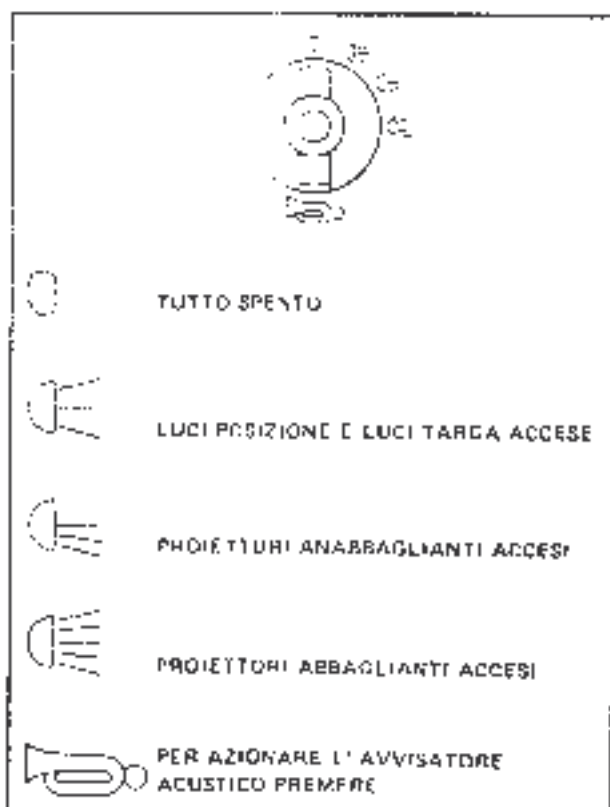

Figura 5. Commutatore luci e avvisatore acustico
16. **COMMUTATORE LUCI ED AVVISATORE ACUSTICO:** vedere la figura 5.